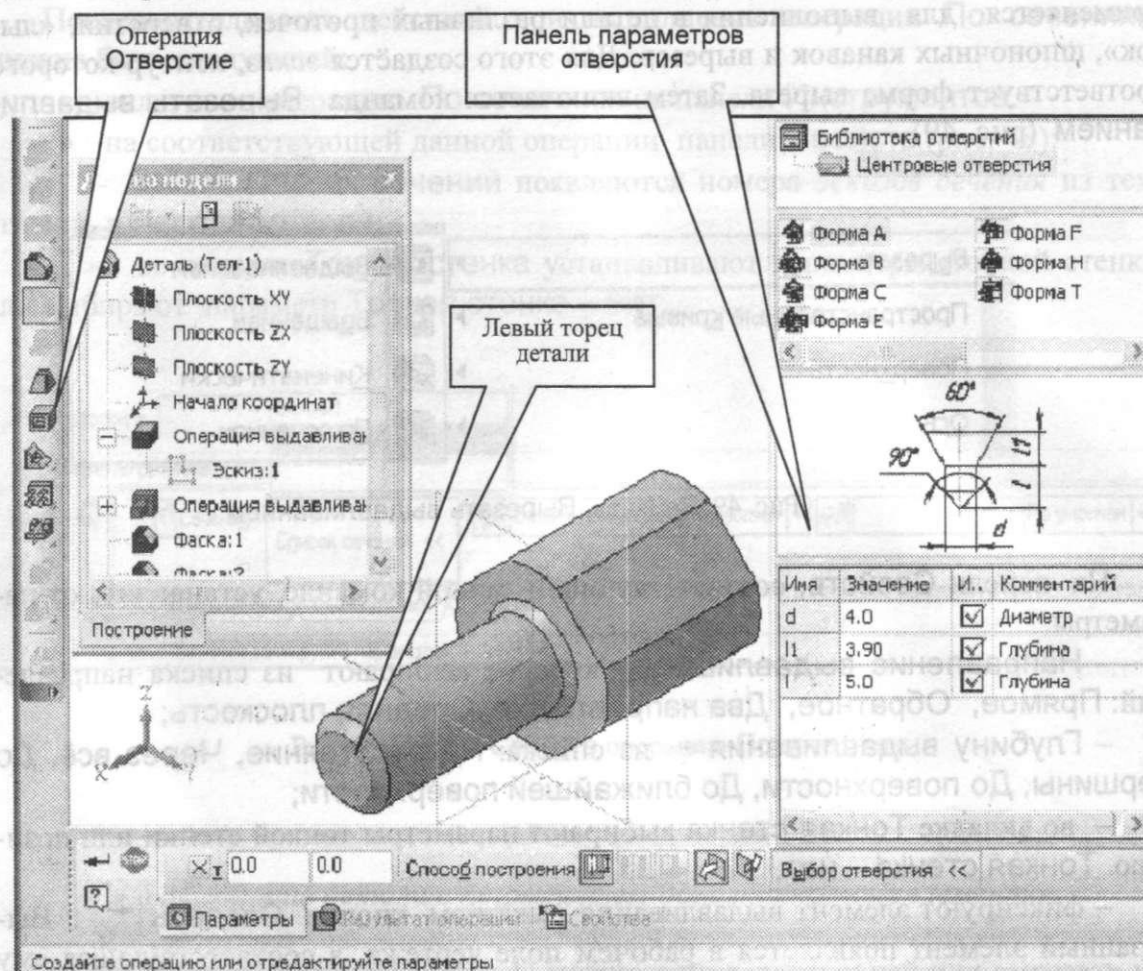

Рис. 50. Выполнение последовательности операций Отверстие → Центровое отверстие → Форма А → Окно параметров отверстия
Например, чтобы построить на заданной детали центровое отверстие (рис. 50), необходимо выполнить следующую последовательность операций:
2. Активизировать кнопку **Отверстие**, расположенную на **Инструментальной панели** (рис. 50). При этом открывается **Библиотека отверстий**.